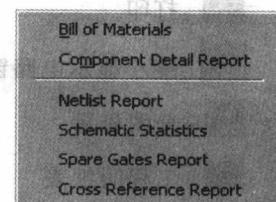

图 1-16 “Reports”菜单
- “Reports”菜单如图 1-16 所示。各项功能说明如下：